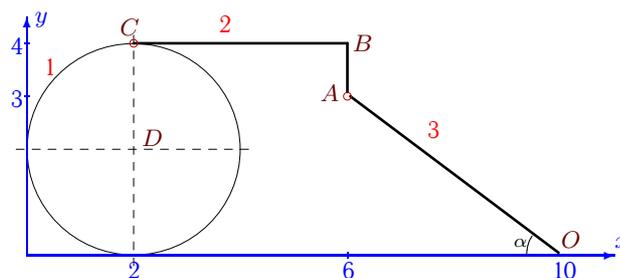

Рис. 116
3. Уравнение трех угловых скоростей. Для решения потребуются мгновенные координаты шарниров механизма. Введем систему координат, выбрав за начало произвольную точку (рис. 116).